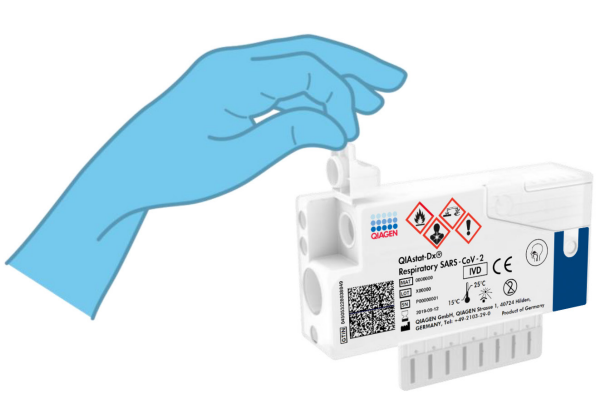

Figura 7. Deschiderea capacului probei aferent orificiului pentru tampon.
4. Deschideți capacul probei aferent orificiului pentru tampon din partea stângă a QIAstat-Dx Respiratory SARS-CoV-2 Panel Cartridge (Figura 7).